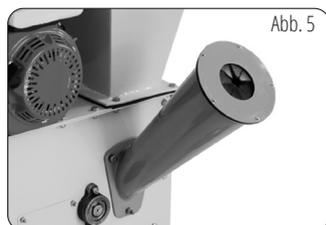

Abb. 5
SCHRITT 6. Setzen Sie den Einwurfrichter für dicke Äste über die Stehbolzen an der Seite der Maschine und sichern Sie ihn mit Unterlegscheiben und Kontermuttern. (Siehe Abb. 5)